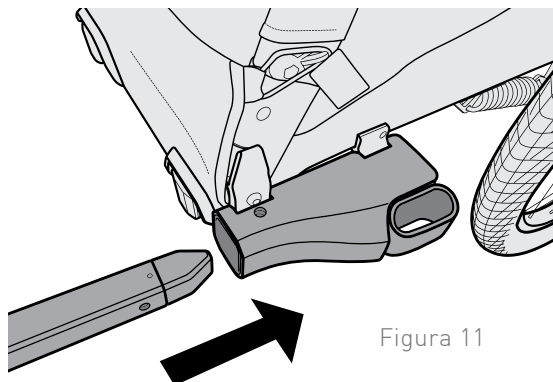

Figura 11
1. Inserte la barra de remolque en el acople rápido hasta que el pasador de retención principal enganche la barra de remolque (Figura 11).